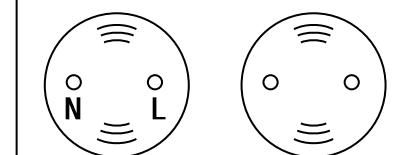

Fig. 2
2. Choisir un emplacement pour l'installation. S'assurer qu'une prise secteur standard 120 V/60 Hz se trouve à portée du cordon d'alimentation en la lampe. Installer deux crochets (non fournis) à l'emplacement choisi au plafond. Fixer la lampe au plafond en passant l'autre extrémité des deux chaînes (3) dans les crochets.
3. Pour installer la **lampe à tube**, guidez les broches à une extrémité de la lampe dans la **douille** opposée. Assurez-vous que l'extrémité du **tube** est placée à l'extrémité de l'appareil. (Fig. 2 et 3) Guidez l'autre extrémité du **tube** dans la **douille** opposée. Faites pivoter le **tube** de 90 ° (1/4 de tour) dans l'un ou l'autre sens jusqu'à ce qu'il soit assis.